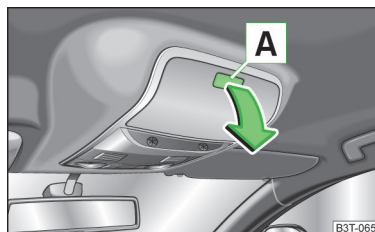

Fig. 90
➤ Pulsar la tecla **A** » fig. 90.
- Gire la tapa del compartimento para gafas en el sentido contrario al de la flecha » fig. 90 hasta que se oiga que encastra.